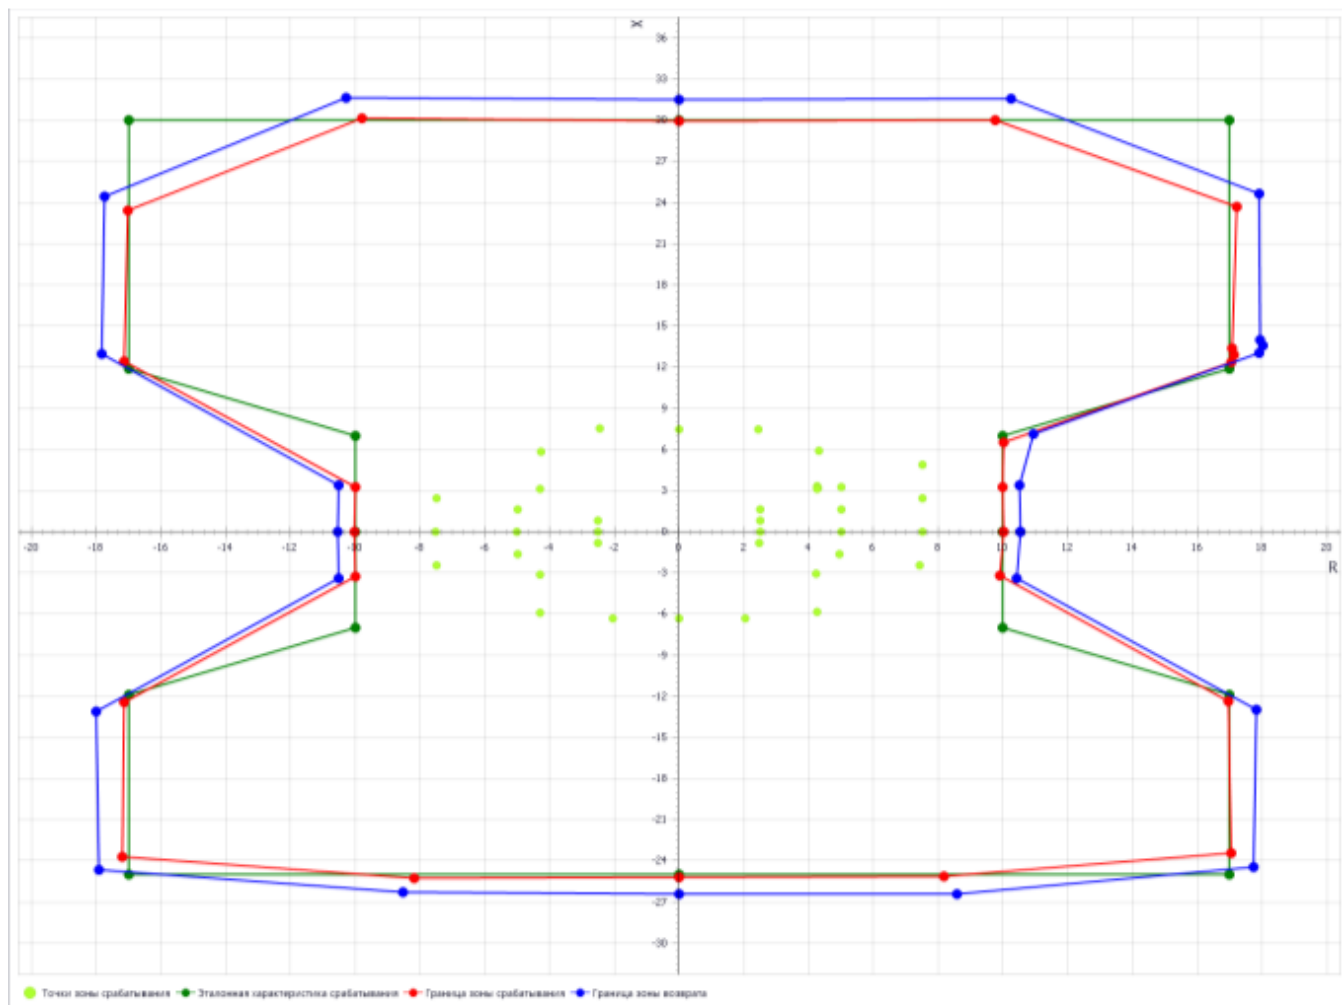

Рисунок 3.39 – Характеристика срабатывания и возврата ИО РС
- Рисунок с изображением характеристики срабатывания и возврата (Рисунок 3.39);